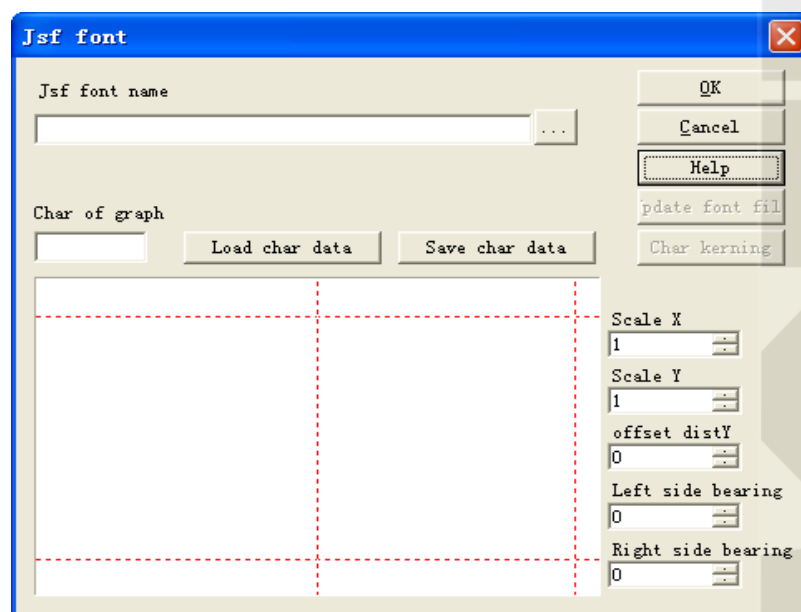
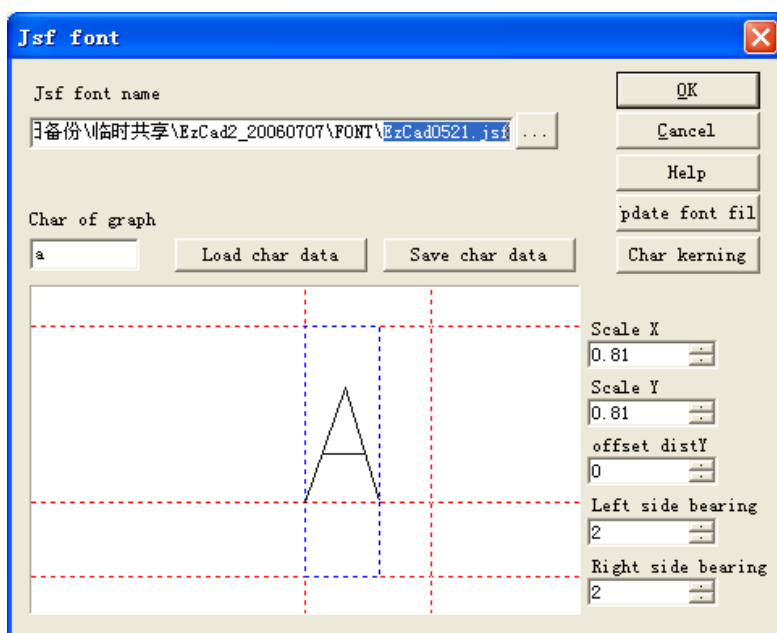

Рис. 5-17. Шрифт JSF.
Рис. 5-23. Сохранение.
При выборе опции «JSF font» (шрифт JSF) система развернет окно диалога, показанное на Рис. 5-17.
На Рис. 5-17 показаны две неактивные функциональные клавиши «Update font file» (обновить файл шрифта) и «Char kerning» (кернинг символов). Далее требуется выбрать название библиотеки шрифтов jsf, функциональная кнопка  находится справа от окна
показанное на Рис. 5-17. Нажмите кнопку:  и найдите каталог шрифтов программы «EzCAD» в окне, введите «EZCAD0521» щелкните кнопкой для отображения следующего окна диалога, Рис. 5-23 .
соответствующие позиции символа «а», Рис. 5-23:
1. Нажмите «JSF fonts» (шрифты JSF) в меню «Modify» (модификация), появится окно диалога шрифтов JSF, показанное на Рис. 5-17 -> Нажмите кнопку:  , откроется диалог поиска пути к файлу: «EzCAD\font» -> Введите «EZCAD0521» -> Щелкните кнопкой.